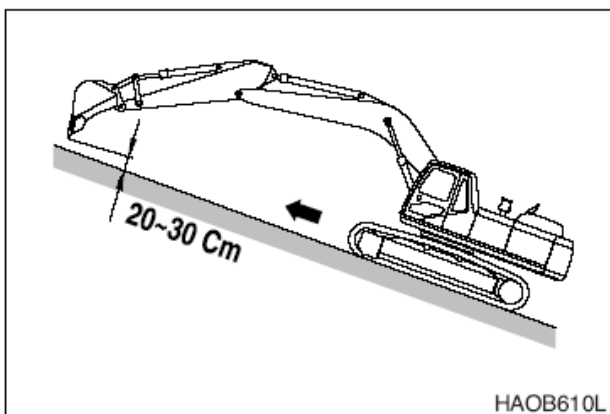

Рис. 34
6. Следует двигаться только строго вверх или вниз по склону, запрещается передвигаться поперек склона по диагонали. См. рис. 34 - 35. Полностью выдвинуть рукоять, и опустить стрелу, чтобы ковш был на высоте 20-30 см над грунтом. Если машина заскользила или стала неуправляемой, следует немедленно опустить ковш, чтобы восстановить управляемость. Если двигатель заглох, опустить ковш, убедиться, что все органы управления находятся в нейтральном положении, и снова запустить двигатель.